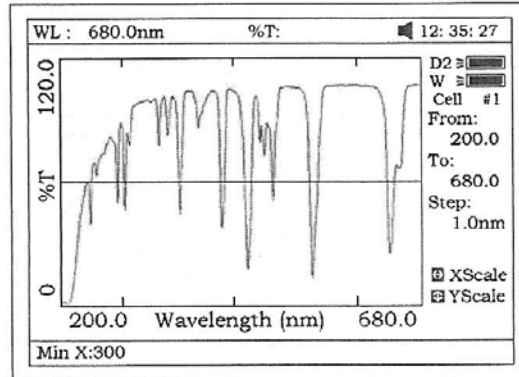
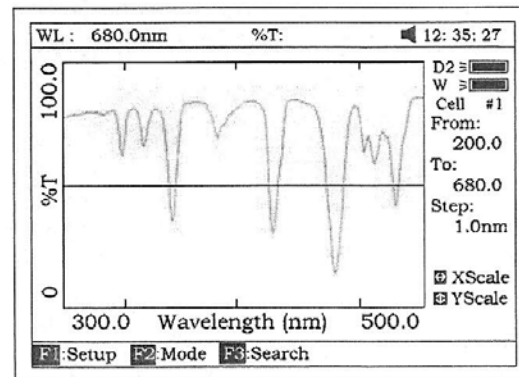

Fig47
Fig 48
5. Si usted desea cambiar la escala, presione [**<**] o [**>**] para cambiar la escala en "x" (Fig 47); ingrese los límites superior e inferior empleando el teclado numérico. Para cambiar la escala "y", presione [**^**] o [**v**]. Luego de esto, el instrumento redibujará la curva (Fig 48).
Presione [**SAVE**] para salvar la curva. Nota: Cargar/Salvar requiere el primer despliegue de barrido en la Fig 48. Presione **ESC** si está en búsqueda para regresar a la página requerida.